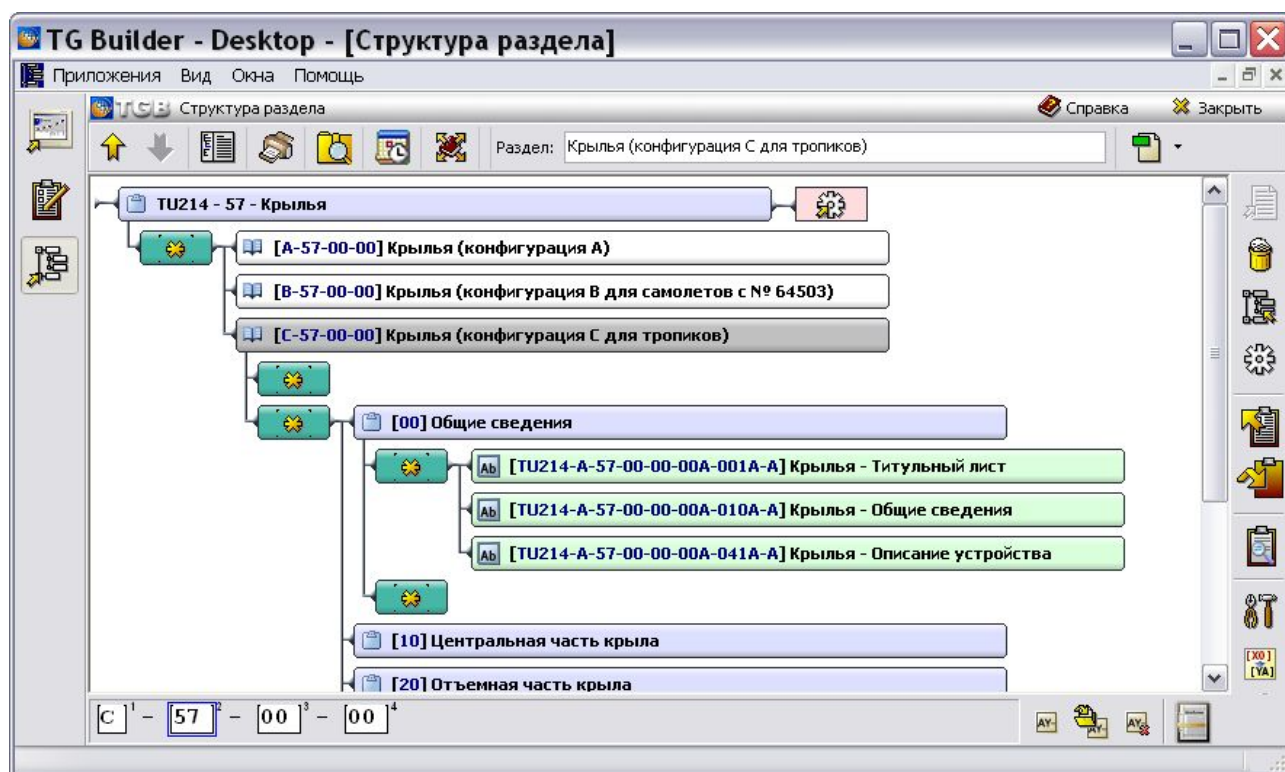

Рис. 8.4
Рассмотрим пример замены отличительного кода системы при создании новой конфигурации изделия. В примере предполагается, что система «[С-57-00-00] Крылья (конфигурация С для тропиков)» получена путем экспорта/импорта системы «[А-57-00-00] Крылья (конфигурация А)» (Рис. 8.4).
1. В окне **Структура раздела** выделите проект или раздел проекта, в котором надо произвести замену, в примере – раздел «[С-57-00-00] Крылья (конфигурация С для тропиков)» (Рис. 8.4).